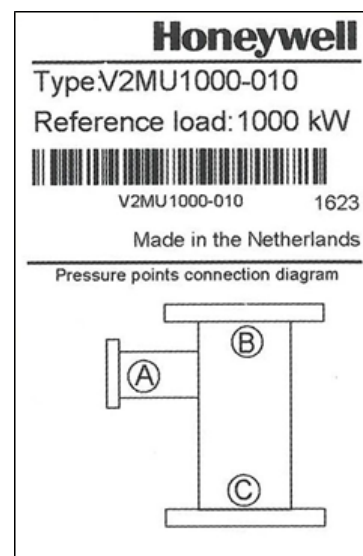

Fig. 1. Ligações do ponto de captação de pressão na etiqueta.
8. Crie as ligações de tubagem entre a unidade de mistura e a válvula de gás da série SV2. Ligue "A" a "A", "B" a "B" e "C" a "C". Consulte a Fig. 1.